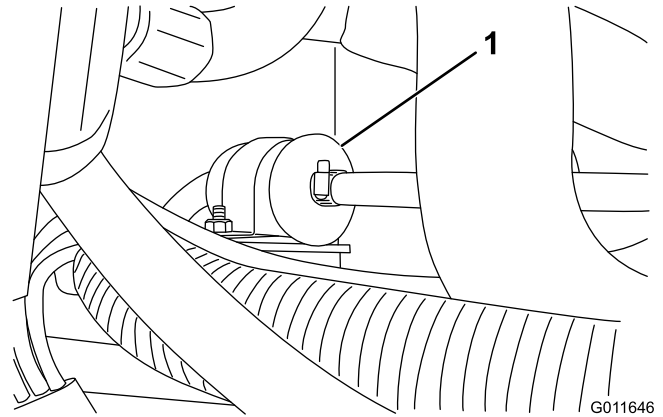

Figura 50
2. Afloje las abrazaderas en ambos extremos del filtro y tire de los tubos para separarlos del filtro (Figura 50).